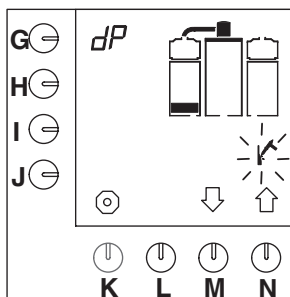

Fig. 20 Første nivå av renseprogrammet, kaffetraktesystemet
- Første nivåfelt vises på displayet, og hammersymbolet blinker (fig. 20).